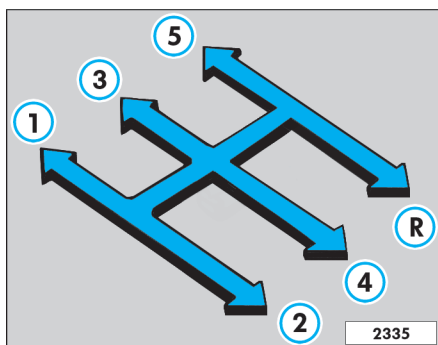

Fig. 90 Esquema de cambio de marchas
- Empuje la palanca de cambios para la posición de marcha a atrás ⇒ fig. 90 (R), totalmente para la derecha y después para atrás, conforme se ve en el diagrama en la palanca de cambios.